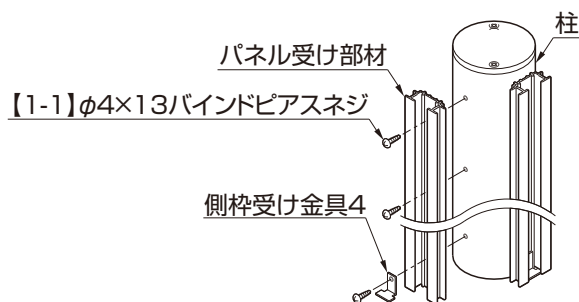

図3-4
- ① パネル受け部材の下側に側枠キャップをテープ等で仮止めしたあと、パネル受け部材を図3-4を参照して柱に【1-1】で取付けてください。